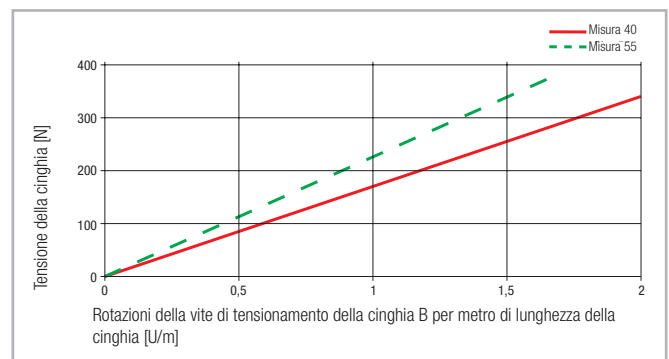

Fig. 87
2. Le figure 87 e 88 qui a fianco mostrano quante volte si devono ruotare le viti di tensionamento della cinghia B per ottenere la deviazione desiderata della tensione della cinghia.
2. Le figure 87 e 88 indicano il valore di mezza rotazione di cui si devono ruotare le viti di tensionamento della cinghia B per metro di lunghezza della cinghia per aumentare la tensione della cinghia di 110 N.